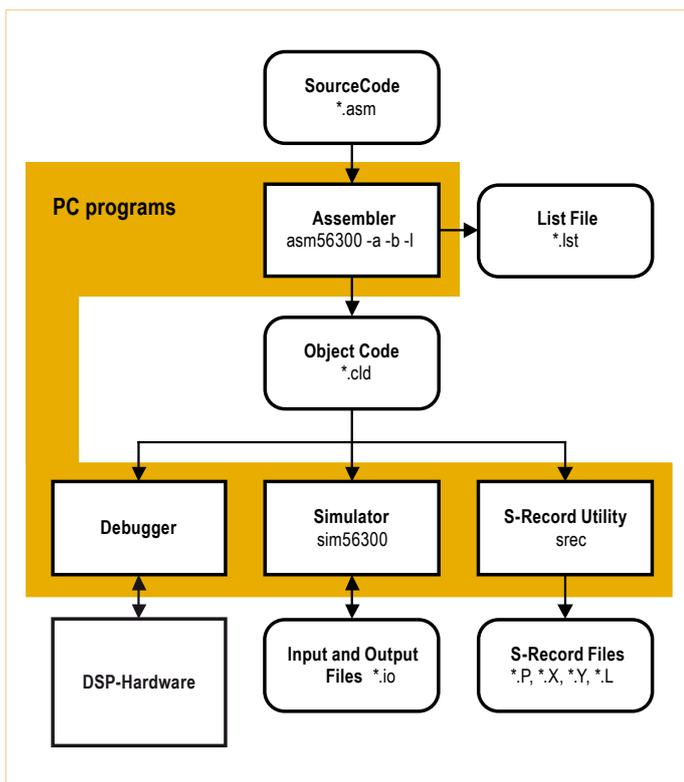

Bild 1. Freescale Softwareentwicklungs-Programme im Zusammenspiel.
**Bild 1** vermittelt eine Idee davon, was für eine Anordnung dem Autor vorschwebte. Oben befindet sich ein Lüfter (2) aus einem alten PC. In der Mitte befindet sich eine Ablage für die Eier (4). Dieser Eierhalter wird durch einen koaxial angebrachten Motor bewegt (1), damit man die Eier bei Bedarf in Abständen drehen kann. Die Belüftung ist kritisch: Es muss genug Sauerstoff verfügbar sein und die Lufttemperatur muss stabil gehalten werden. Bei zu viel Frischluft könnte die Temperatur zu schnell fallen. Experimente führten zu einer guten Balance in Form einer gewöhnlichen 25-W-Glühlampe (3), die als Heizung dient. Sobald die Temperatur den Sollwert übersteigt, bläst der Lüfter etwas frische Luft durch ein Loch in der Abdeckung. Da sich frische und warme Luft mischen, erreicht man eine relativ konstante Temperatur mit gutem Sauerstoffgehalt.
Das Bild 1 zeigt das Zusammenspiel zwischen den PC-Programmen (grau hinterlegte rechteckförmige Kästchen) und den in diesem Zusammenspiel benötigten und erzeugten Dateien (Kästchen mit den gerundeten Kanten). Ausgangspunkt ist der Sourcecode, der mit dem Assembler in Objectcode übersetzt wird, wobei man den Assembler mit der Option `-l` anweisen kann, das oft nützliche List-File anzulegen.